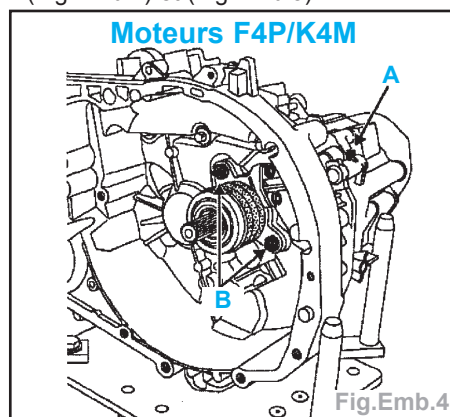

Fig.Emb.4
- Retirer le purgeur (A) puis la butée (B) (Fig.Emb.4) et (Fig.Emb.5).